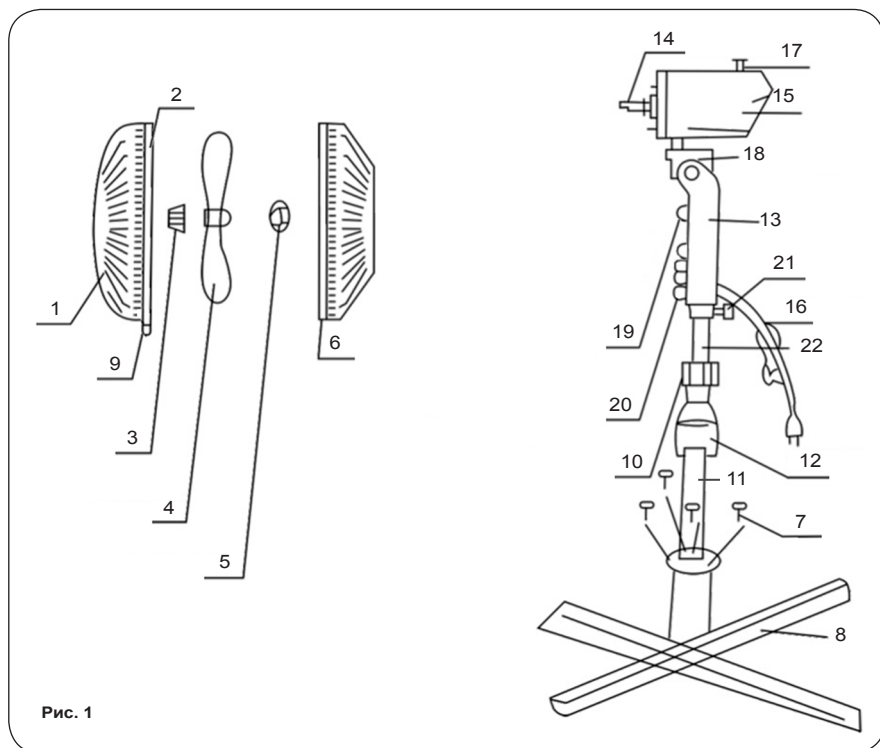

Рис. 1
2. Соберите крестовину, как показано на рис. 1. Закрепите трубку стойки четырьмя винтами.